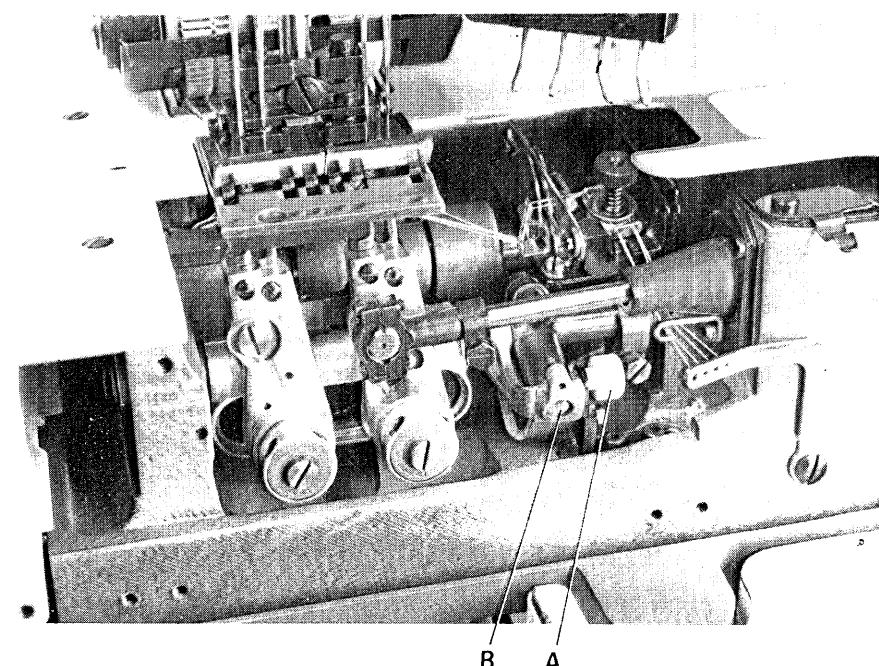

Fig. 61
- 1) Portare gli aghi al punto morto superiore (fig. 61)
- 1) Put needles at the top most position (fig.61)